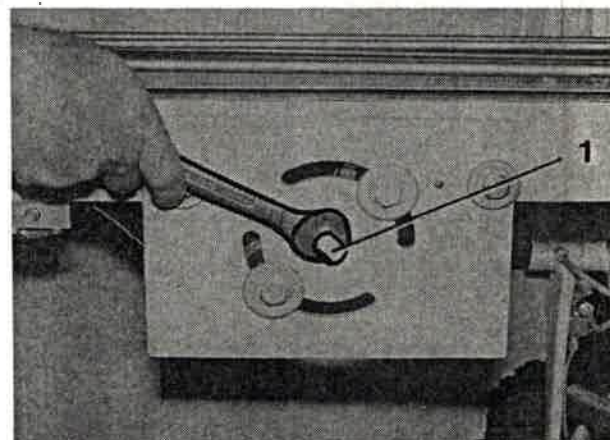

Bild 117
4. Zu beiden Seiten gleichzeitig die Spannvorrichtung (Bild 117/1) entsprechend so verdrehen, bis die vorgeschriebene Spannung erreicht ist.